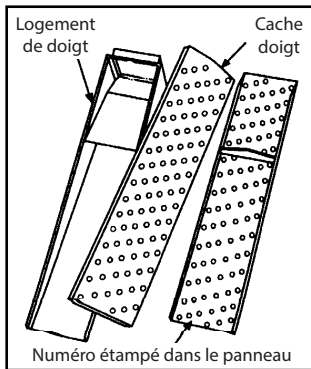

Figure 3
9. Assembler les doigts comme illustré aux **Figures 3 et 4**.